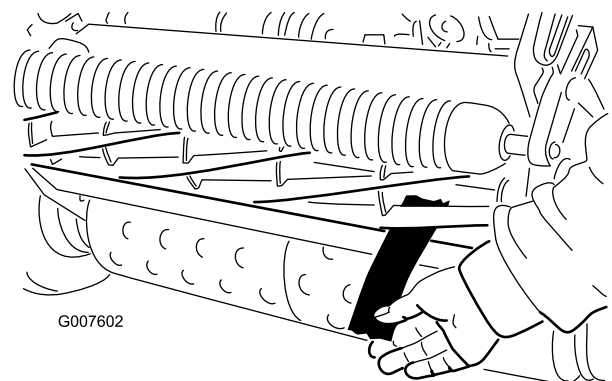

Bild 46
12. Testen Sie die Schnittleistung, indem Sie einen langen Streifen des Schnittleistungspapiers senkrecht zum Untermesser zwischen die Spindel und das Untermesser legen (Bild 46). Drehen Sie die Spindel langsam vorwärts; das Papier sollte geschnitten werden.